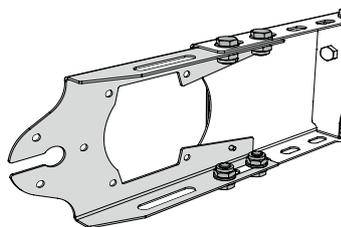

Figure 48. Support pour interrupteur principal monté à côté du CD 20.
4. Si le hayon doit être équipé d'un interrupteur principal et/ou d'un actionneur portable CD 18, installez la plaque de fixation associée à côté du CD 20, voir Figure 48.